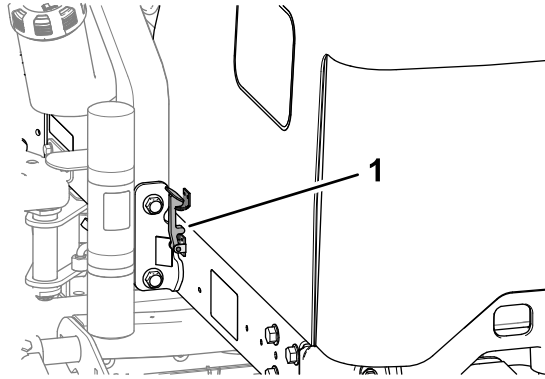

Figura 53
2. Gire el capó hacia arriba y hacia atrás (Figura 53).